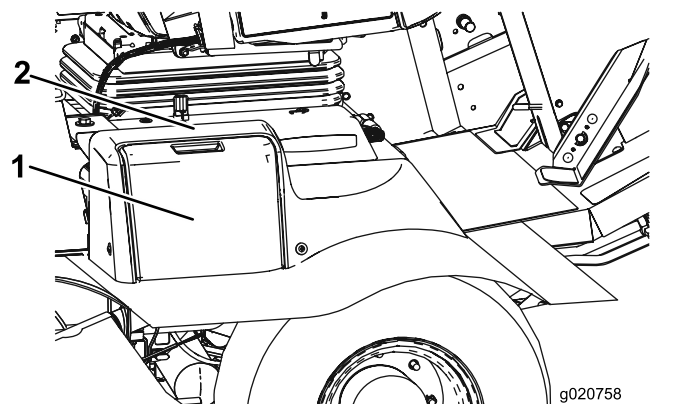

Figura 75
1. Abra a cobertura da bateria no lado do resguardo (Figura 75).
Nota: Pressione a superfície plana por cima da cobertura da bateria para facilitar a remoção da cobertura (Figura 75).